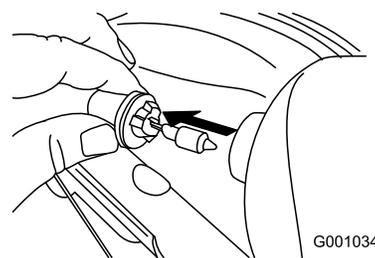

Figura 63
3. Togliete la lampadina dal retro del faro (Figura 63).